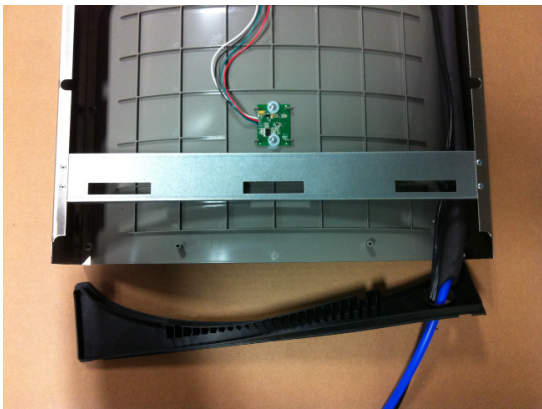

Fig. 5
- 6) Install gasket on bottom of bottle filler tower with gasket support bracket, (2) washers, & (2) screws (See Fig 5, Pg. 7).
- 6) Installez le joint sur fond de bouteille tour de remplissage avec support de joint, (2) rondelles, et (2) vis (voir figure 5, pg. 7).